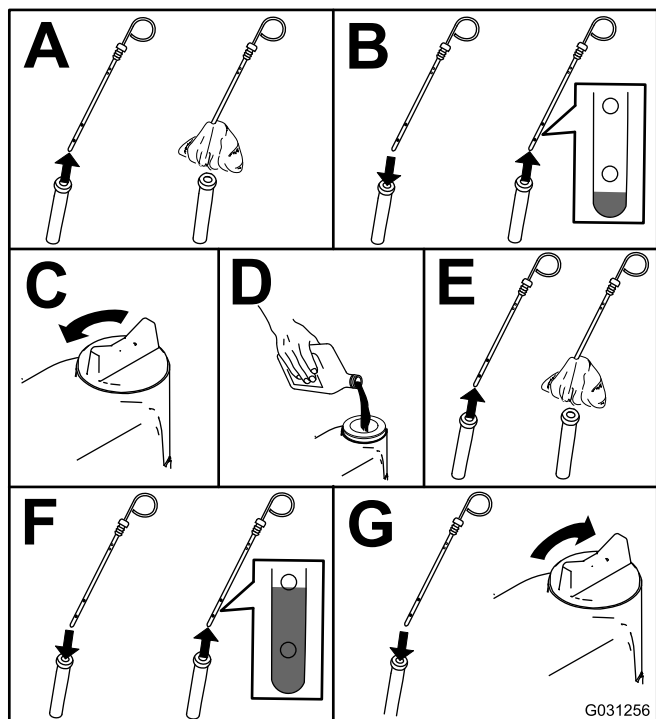

Рисунок 50
2. Проверьте уровень масла в двигателе, см. Рисунок 50.